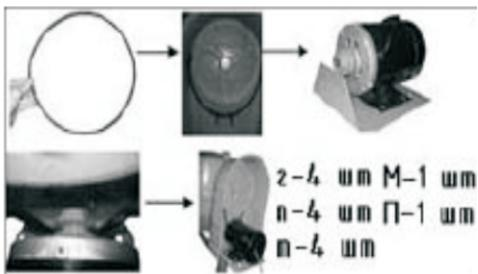

Рис. 16.
6.16. На основание электродвигателя (У) установите электродвигатель (П), используя 4 болта (г) с шайбами (т) и гайками (п), как показано на Рис. 16. Отрегулируйте взаимное положение ведущего и ведомого шкивов, обеспечивая их нахождение в одной плоскости. Тем самым будет предотвращен односторонний износ ремня (М) и его соскачивание со шкивов.
6.17. Установите приводной ремень (М), как показано на Рис. 16. Отрегулируйте необходимое натяжение ремня (М), перемещая основание электродвигателя (У) вместе с электродвигателем (П) вверх-вниз, добиваясь оптимального натяжения.